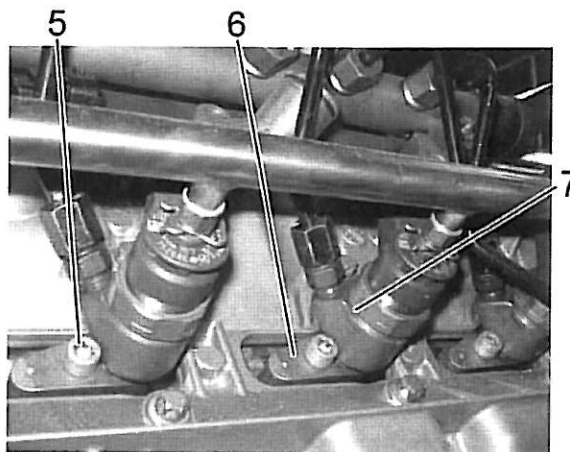

Bild 2 / Fig. 2
6. Die vier Injektorhalter, die vier Injektoren und deren Dichtringe herausnehmen. Siehe Bild 2.
6. Remove the four injector brackets, the four injector and its sealing rings. See Fig. 2.